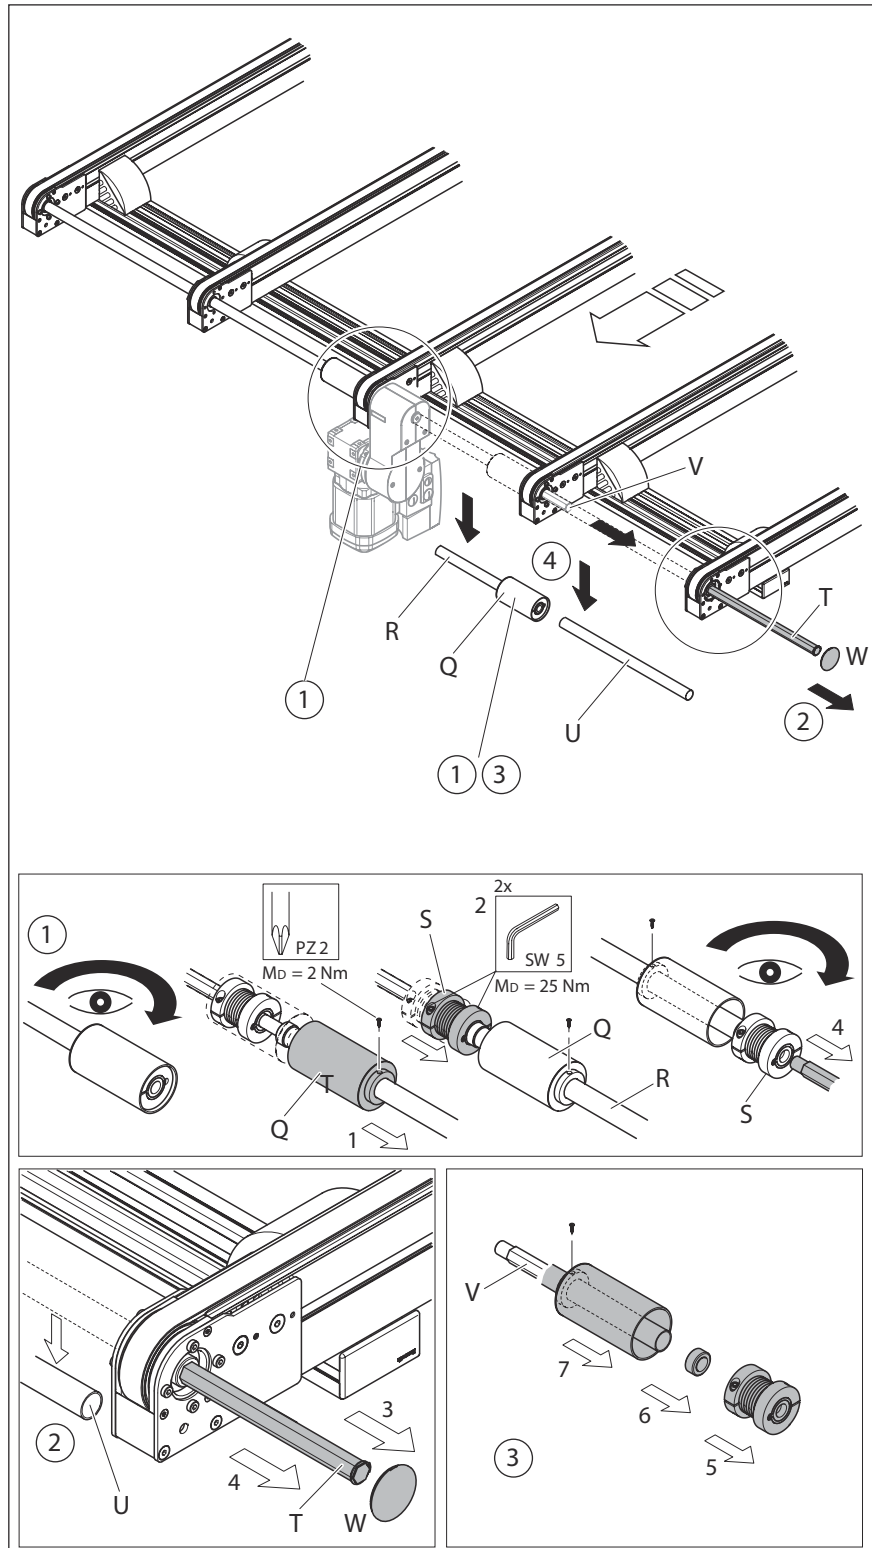

Fig. 11: Montaje en tramo de cinta CSS/N, CSS/NT: MS = 3 (1/3)
13. Monte el árbol hexagonal, véase Fig. 11.